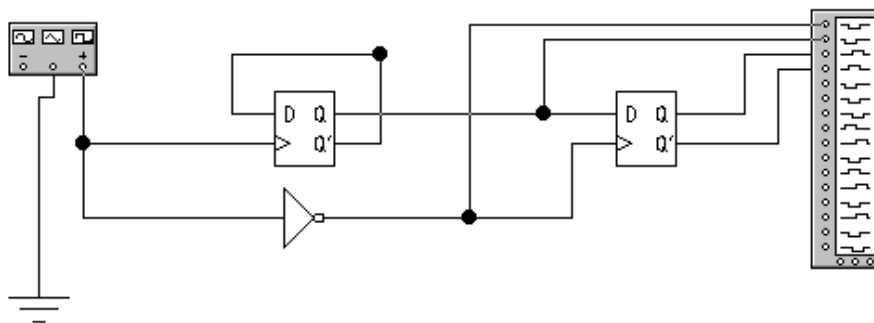

Fig. 6. Schema electrică pentru studierea bistabilului D sincron în regim dinamic de lucru.
3.3. Construiți schema prezentată în Fig. 6.